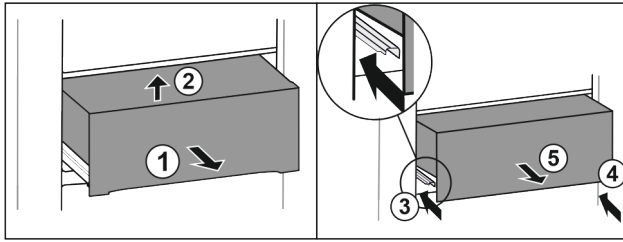

Fig. 36
- ▶ Schuiflade er half uitschuiven Fig. 36 (1).
- ▶ Aan voorzijde optillen Fig. 36 (2).
- ▶ Linker rail erin schuiven Fig. 36 (3).
- ▶ Rechter rail erin schuiven Fig. 36 (4).
- ▶ Lade er naar voren uitnemen Fig. 36 (5).